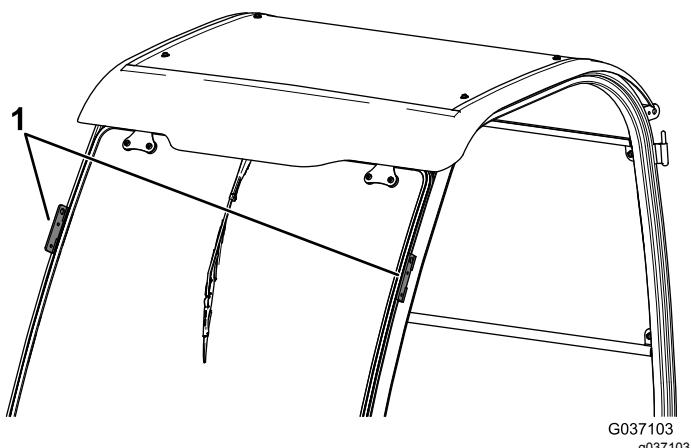

Figure 11
- Soulevez le cadre de la cabine par les points de levage et placez-le sur la machine (Figure 11).